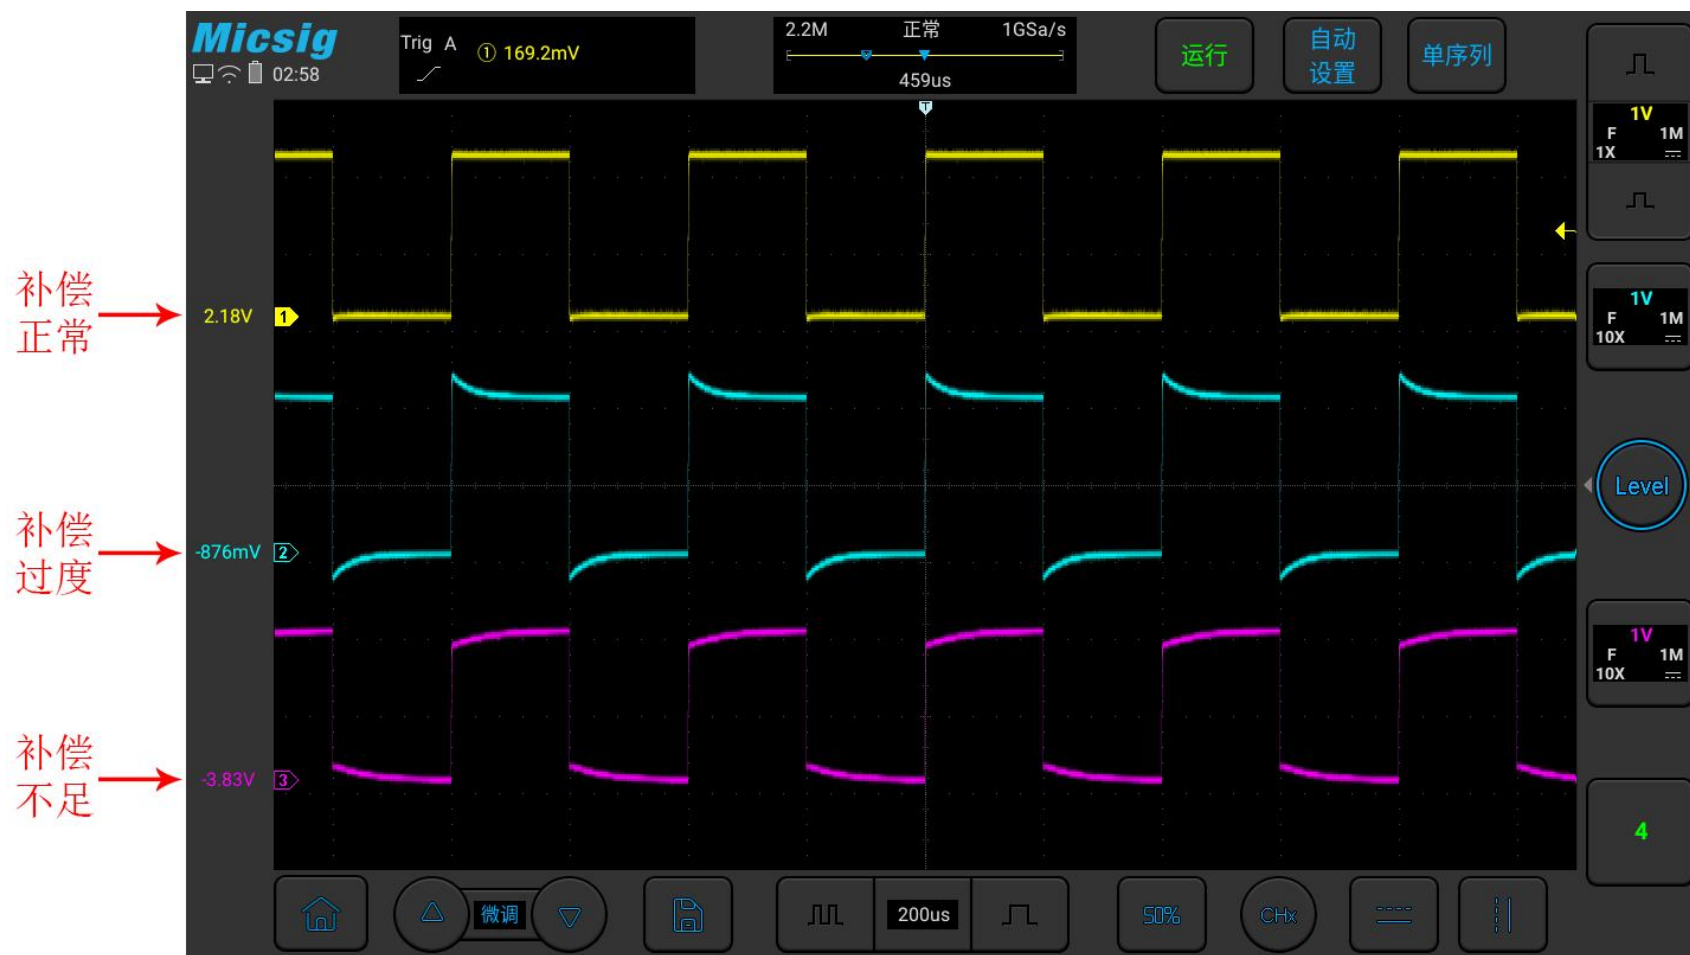

图 2-15 探头补偿
- 5) 轻点 **自动设置** 键或者手动调节波形垂直灵敏度、水平时基。观察波形形状，见图 2-15。